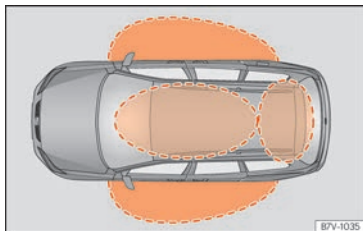
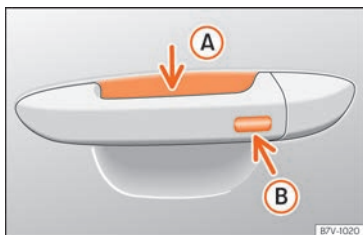

Fig. 91 Keyless Access : zones de proximité.
Fig. 92 Poignée de porte : surfaces sensibles.
» fig. 92
Keyless Access est un système de fermeture et de démarrage sans clé qui permet de déverrouiller ou de verrouiller le véhicule sans utiliser activement sa clé. Pour ce faire, il suffit d'approcher l'une des clés du véhicule d'une zone de détection correspondant à la tentative d'accès au véhicule » **fig. 91** puis de toucher l'une des surfaces sensibles des poignées de porte » **fig. 92** » **1**.
Si une clé valide se trouve dans une zone de proximité » **fig. 91**, le système de fermeture et de démarrage sans clé Keyless Access accordera à cette clé les droits d'accès dès que vous toucherez l'une des surfaces sensibles des poignées de porte ou que vous actionnez la touche située dans le hayon arrière.
- Saisissez la poignée de porte. Lorsque vous touchez la surface sensible » fig. 92 A (flèche) de la poignée de porte, le véhicule se déverrouille.
- Appuyez une fois sur la surface sensible » fig. 92 B (flèche) de la poignée de porte. La porte correspondante devra être fermée.
- Appuyez une fois sur la surface sensible » fig. 92 B (flèche) de la poignée de porte. Le véhicule se verrouille avec le dispositif de
- Appuyez deux fois sur la surface sensible » fig. 92 B (flèche) de la poignée de porte pour verrouiller le véhicule non équipé du Système de sécurité « Safe » » page 113.
Lorsque le véhicule est verrouillé, le hayon arrière se déverrouille automatiquement lorsqu'il est ouvert si une clé valide du véhicule se trouve dans la zone de proximité » fig. 91.
- Appuyez sur le bouton de verrouillage  de la radiocommande puis, dans les 5 secondes, touchez une fois la surface sensible de verrouillage de la poignée de la portière du conducteur » » **fig. 92 B**. Ne saisissez pas la poignée de la portière sinon le véhicule ne se verrouillera pas. Il est également possible de procéder à la désactivation si le véhicule est verrouillé via la serrure de la porte du conducteur.
Pour **fermer à l'aide de la fonction confort** toutes les vitres électriques et le toit panoramique ouvrant, maintenez appuyé quelques secondes un doigt sur la surface sensible de verrouillage » » **fig. 92 B** (flèche) de la poignée de porte jusqu'à ce que les vitres et le toit se ferment.
Les surfaces sensibles des poignées de porte risquent d'être activées si elles reçoivent un jet d'eau ou de vapeur à haute pression si l'une de clés valides du véhicule se trouve dans la zone de proximité. Si au moins une glace à commande électrique est ouverte et que la surface sensible » » **fig. 92 B** (flèche) d'une des poignées est activée de manière permanente, toutes les glaces seront fermées.